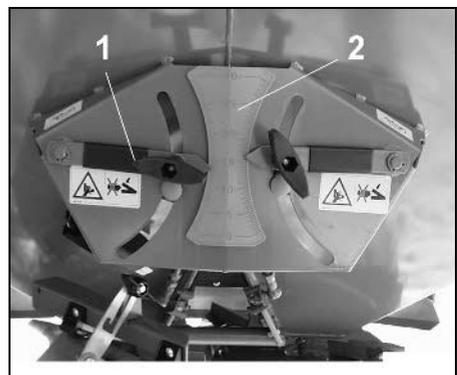

Fig. 48
- Beim **Grenzstreuen** die Schieberstellung des Stellhebels (Fig. 48/1) an der linken Maschinenseite um zwei Teilstriche auf der Skala (Fig. 48/2) zurück schwenken.